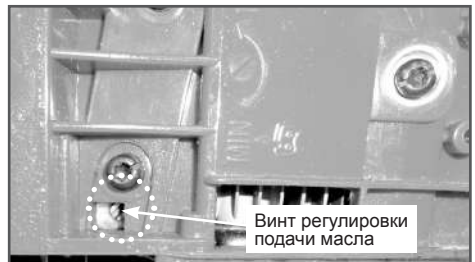

Рис. 11 Расположение регулировочного винта подачи масла
3. Количество масла можно корректировать с помощью регулировочного винта А, который находится снизу бензопилы (Рис. 11). Это нужно для того, чтобы компенсировать изменение вязкости масла при работе в различных температурных условиях.